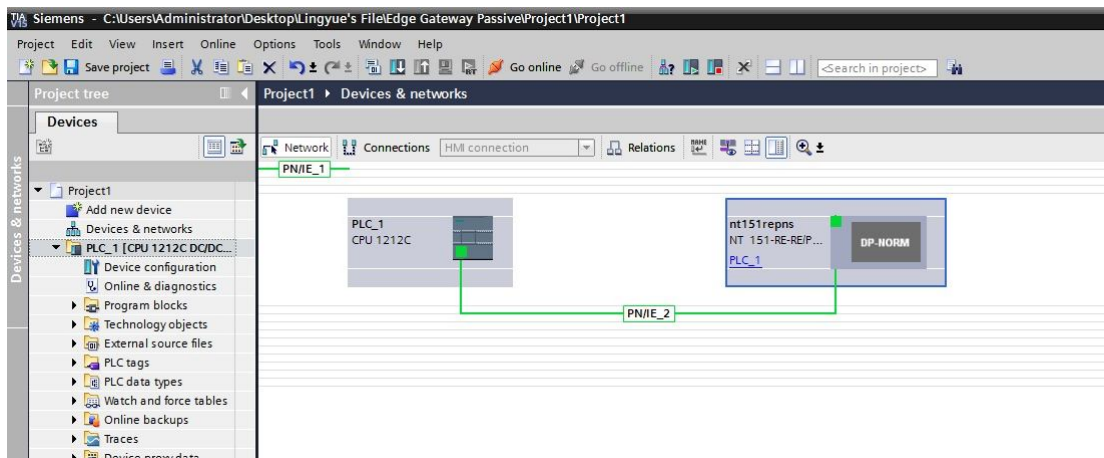

图 6.3 连接网络
(3) 连接 Profinet 网络, 将 PLC 网口与 NT 151 的网口进行连接参考图 6.3。